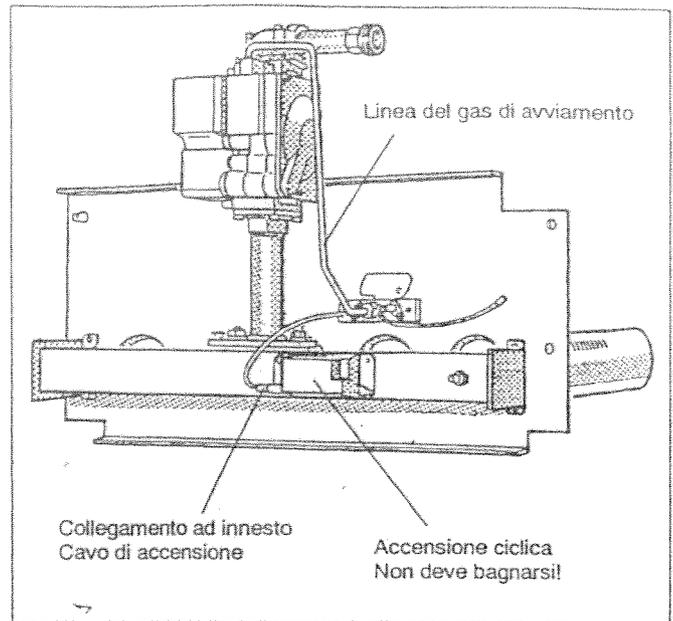

Fig. 33: Bruciatore di gas
- Allentare il collegamento ad innesto del cavo di accensione in corrispondenza dell'elettrodo di accensione (Fig. 33).
- Allentare la linea del gas di avviamento al bruciatore di avviamento (Fig. 33).
- Allentare entrambe le viti al bruciatore di avviamento ed estrarre con cautela il bruciatore di avviamento (Fig. 33).
- Immergere in acqua e spazzolare le torce del bruciatore. Durante questa operazione prestare attenzione a non bagnare l'isolamento termico dello schermo di protezione del bruciatore e l'elettrodo di accensione! Eventualmente svitare l'elettrodo di accensione (Fig. 33).